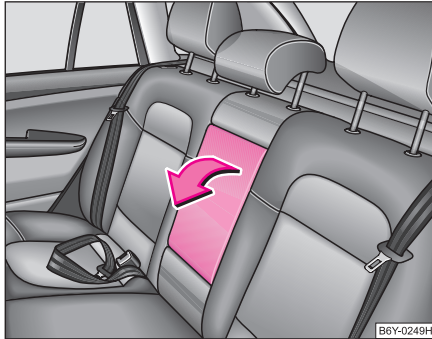

Abb. 82 Rücksitze:
- Die Armlehne können Sie zur Komforterrhöhung herunterklappen ⇒ Abb. 82.